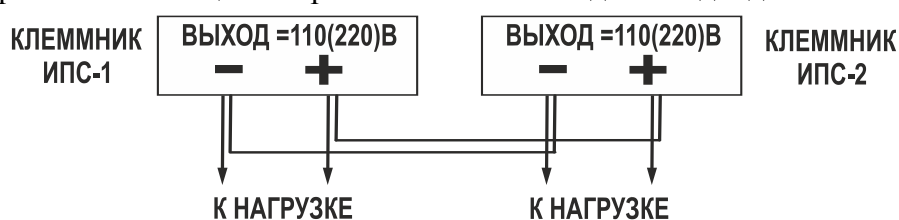

Рис.3
**5.10.** ИПС допускают включение на параллельную работу (см. рис.3). При этом будет обеспечиваться селективная дистанционная сигнализация ИПС, т.к. выходы ИПС соединены через диоды, а реле сигнализации исправности включены до этих диодов.